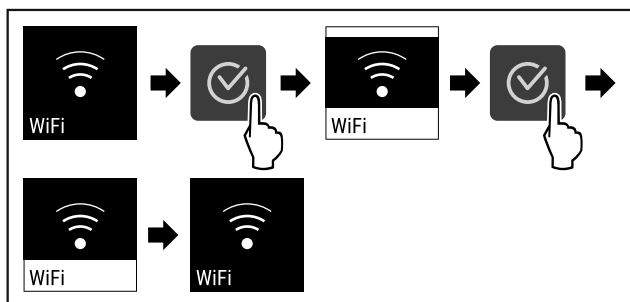

Fig. 76
- Hajtsa végre a művelet lépéseit (lásd Fig. 76) .